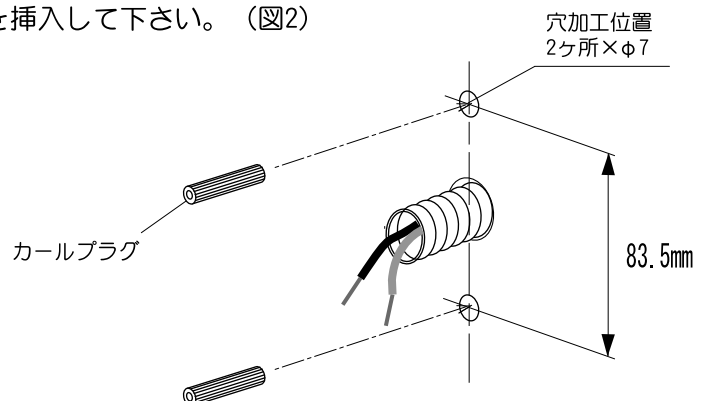

図2
②取付位置を決定し、壁に穴をあけ、カールプラグを挿入して下さい。(図2)